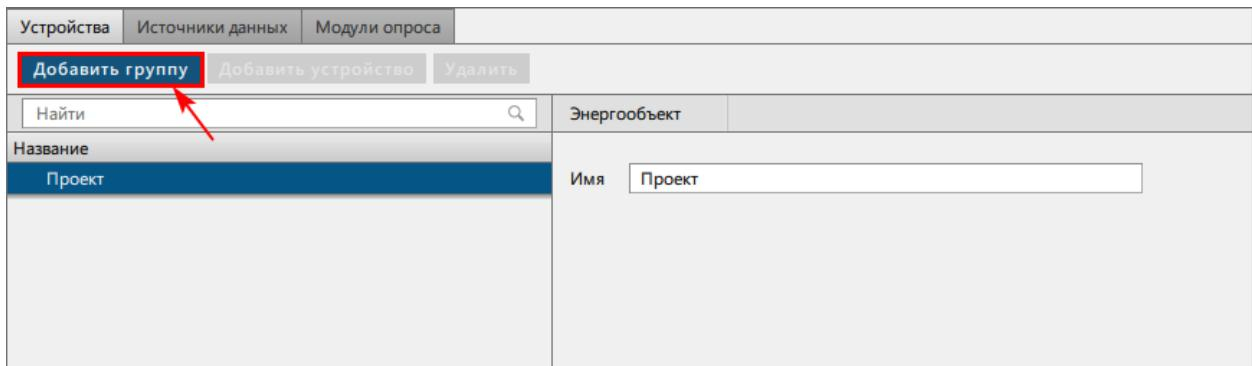

Рисунок 170 - Добавить группу устройств
- Добавьте группу для набора физических устройств (Рисунок 170).